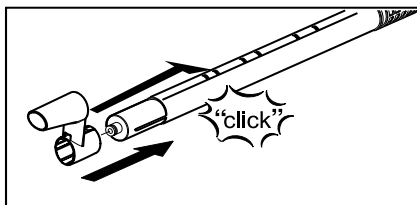

Figure 1
- Tout en maintenant la touche de déverrouillage enfoncée, faire glisser le crochet de rangement (G3) le long d'un tube de rallonge (G1) jusqu'au deuxième cran en partant du bas. Lorsque la touche de déverrouillage est relâchée, le crochet doit s'enclencher (voir Figure 1).